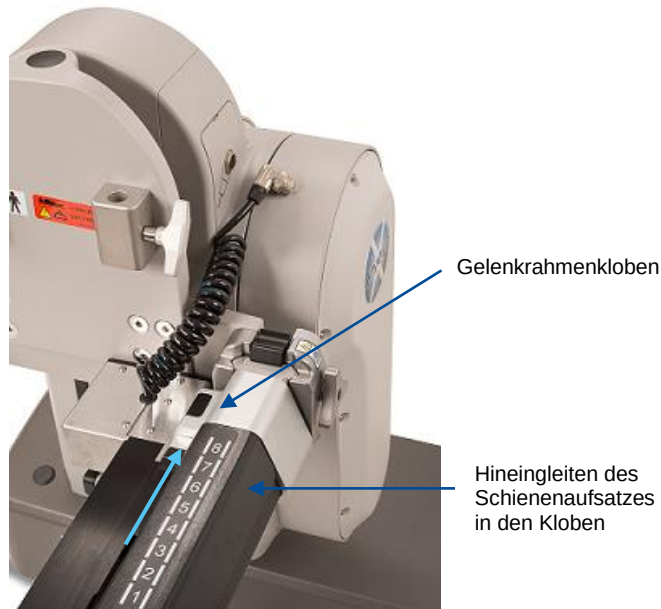

Abbildung 60: Installieren des Schienenaufsatzes
4. Den rechten und den linken Schienenaufsatz auf die entsprechenden Kopfende-Abschnitte des Gelenkrahmens schieben. Wenn der Nippel in den Kloben einrastet, ist der Schienenaufsatz arretiert. Zum Bestätigen am Schienenaufsatz ziehen; er sollte fest im Gelenkrahmenkloben fixiert bleiben (Abbildung 60).